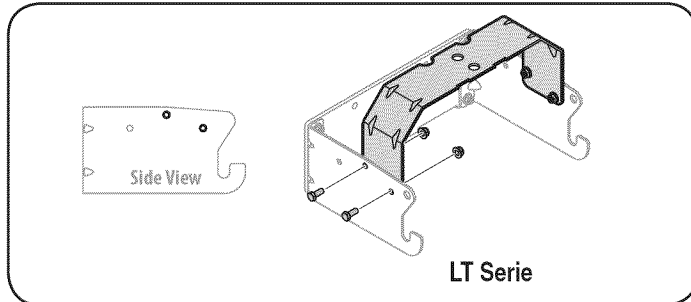

Figure 4
- **Para Modelos LT Serie:** Vea la Fig. 4.